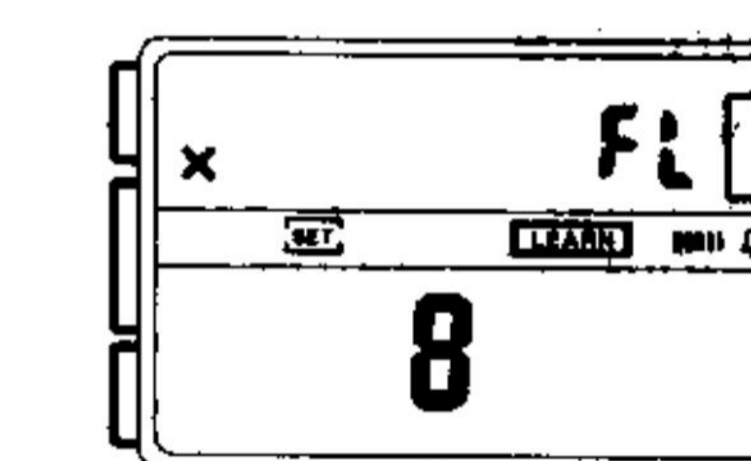

Figura 3
- El mensaje "FL" (lleno) del visualizador del reloj (Figura 3) indica que la memoria está llena y que no se podrán almacenar más datos.
5. Si desea almacenar más datos, continúe desde el paso 3. Para salir de este procedimiento, pulse (A) para regresar al Modo de Aprendizaje.